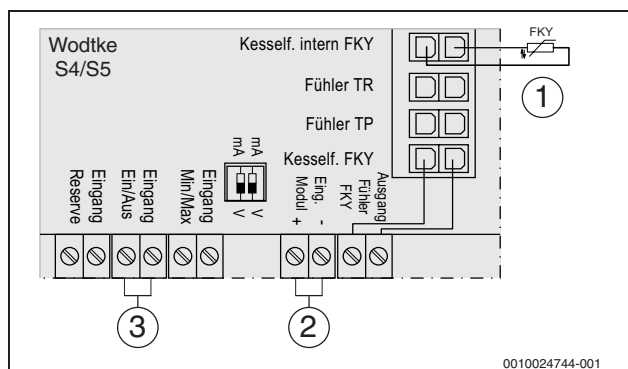

Bild 13 Schaltplan interne Kesselsteuerung Wodtke S4/S5 (Ausschnitt)
- Beim Anschluss des Funktionsmoduls AM200 müssen die beiden Brücken (→ Bild 13, [2]+[3]) entfernt werden.